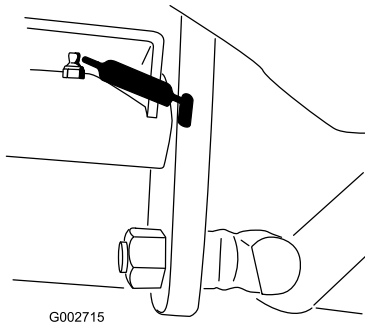

Bild 24
- Fahrpedal-Drehzapfen (1) (Bild 24)